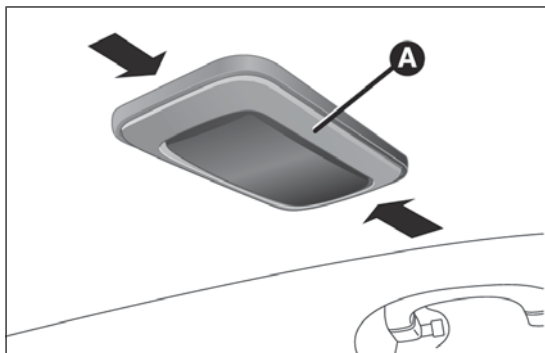

fig. 195
- ☐ actuar en el punto indicado por las flechas y retirar el plafón A fig. 195;
- ❑ volver a montar el plafón A fig. 195 introduciéndolo en su posición correcta, primero de un lado y, a continuación, presionando del otro hasta oír el "clic" de bloqueo.